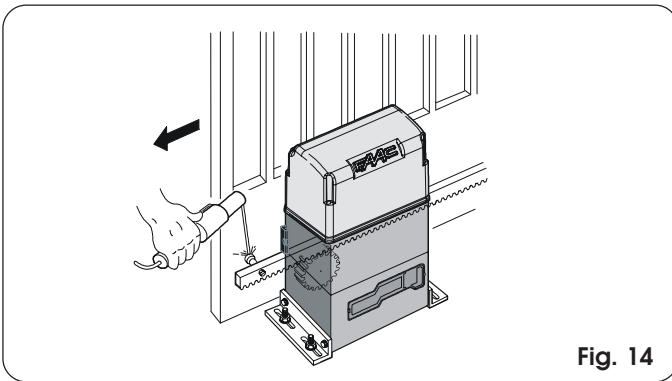

Fig. 14
- 3) Leg het eerste stuk van de tandheugel vlak op het tandwiel, en las de pal met schroefdraad op de poort zoals aangegeven op fig. 14.